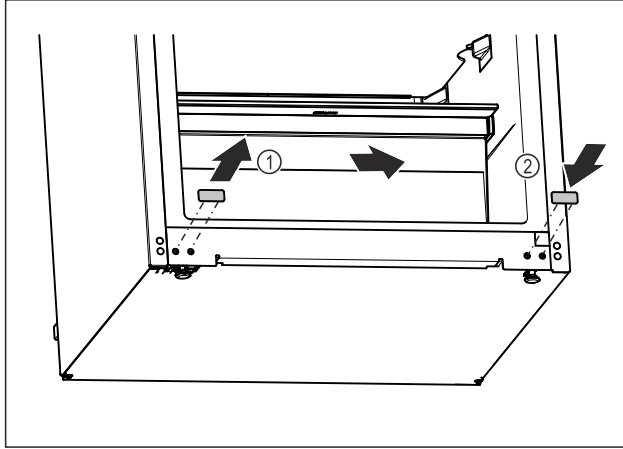

Fig. 17
- Kapatma tapalarını çekerek çıkarın. Fig. 17 (1)
- Kapatma tapalarını diğer tarafa takın. Fig. 17 (2)